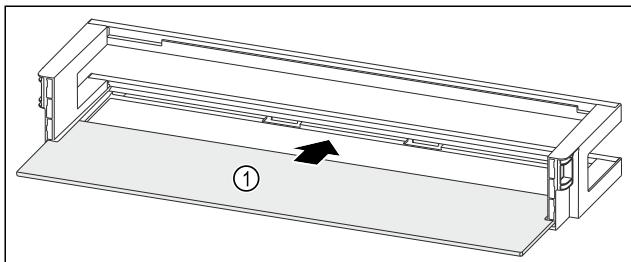

Fig. 134 Лотки на дверцятах з полицею
- ▶ Пусніть полицею Fig. 134 (1) у бічні пази.